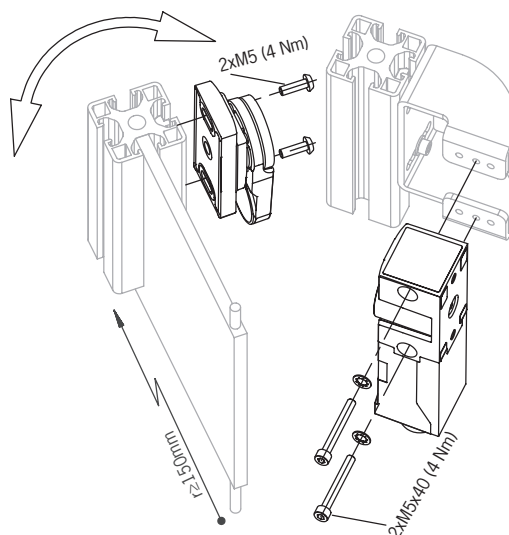

Fig. 2 : Exemple de montage
- Respectez les rayons de porte min. (voir Fig. 2 : Exemple de montage à la page 10).